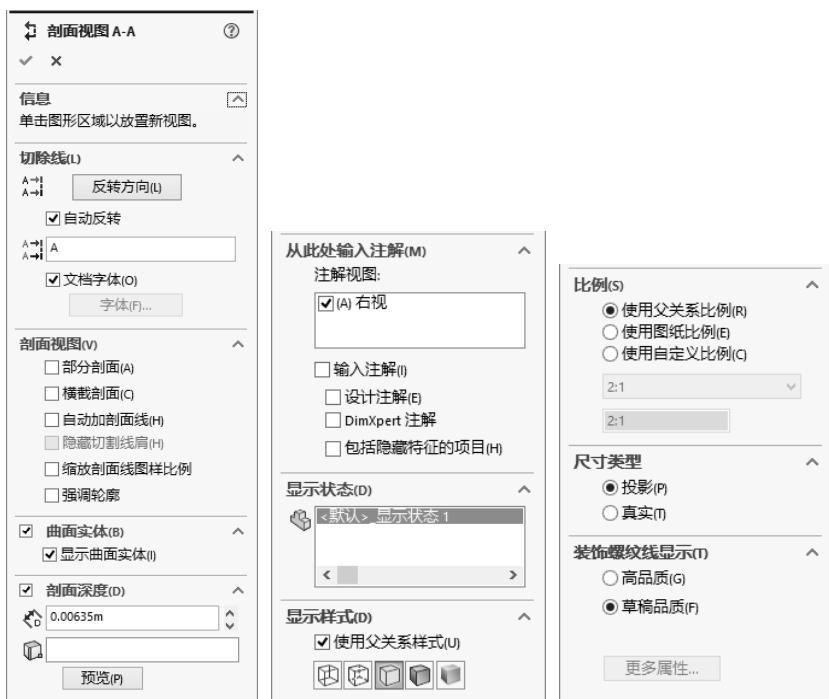

图 6-15 “剖面视图 A—A”属性管理器
5) 完成视图放置后，在“剖面视图”属性管理器中（见图 6-15）设置选项。